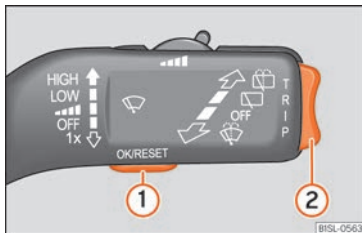

Abb. 62 Hebel für Scheibenwischer: Tasten zum Bedienen der Menüs im Kombi-Instrument.
- Bei eingeschalteter Zündung und angezeigtem Speicher **1** oder **2** kurz die Taste **OK/RESET** **»» Abb. 62 ①** drücken, um zwischen den Speichern zu wechseln.
Solange eine Warnung der Priorität 1 vorliegt, » Seite 70, kann auf kein Menü zugegriffen werden. Einige Warnmeldungen können beständig und ausgeblendet werden über die Taste » **Abb. 62** ①.